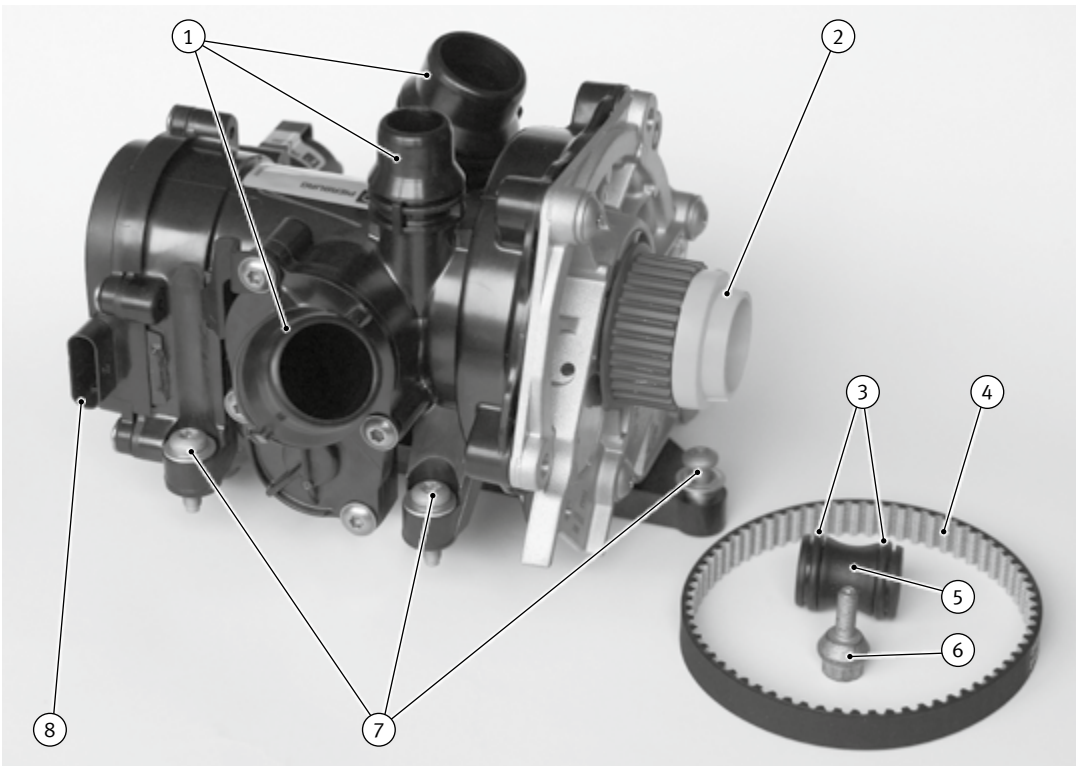
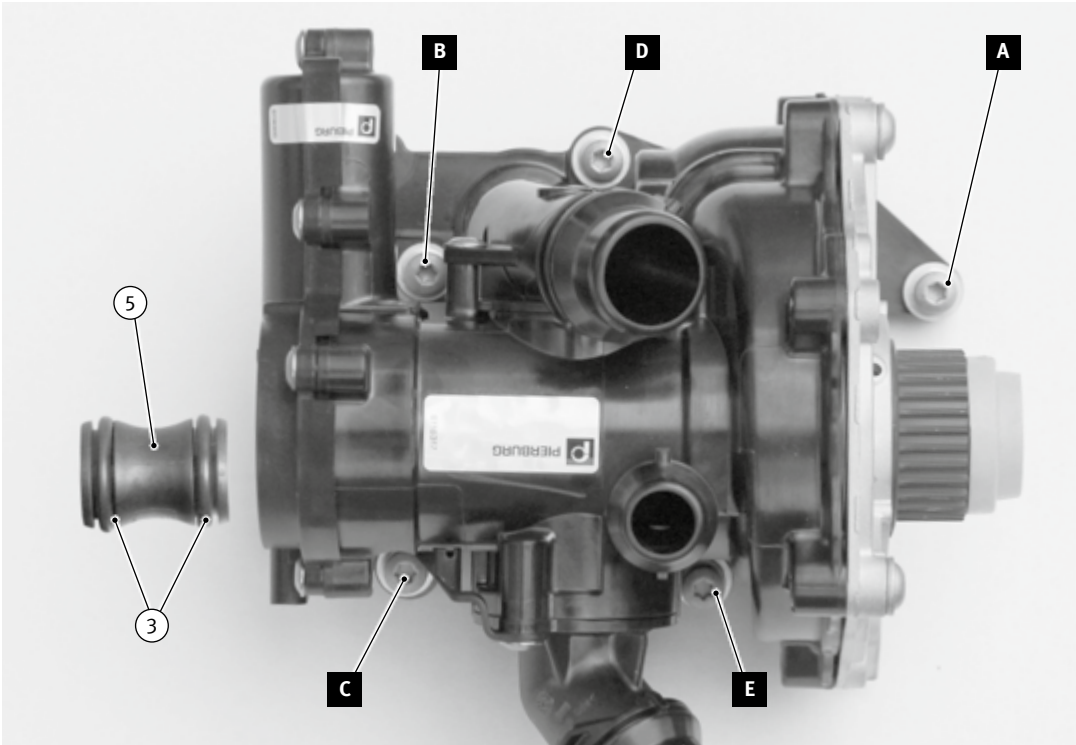

Abb. 1/Fig. 1/Puc. 1/图1
Abb. 2/Fig. 2/Puc. 2/图2
- Si no están premontadas: Fijar la pieza intermedia (5) nueva, provista con los retenes (3) adjuntos, a la bomba de agua.
- A continuación, colocar de nuevo la bomba de agua en el compartimiento del motor con cuidado y al hacerlo, empujar el lado opuesto de la pieza intermedia (5) en la conexión del enfriador de aceite (10).
- Permitir que la bomba de agua se encastre en el pasador de centrado (9) del bloque motor. Utilizar un espejo como medio auxiliar si fuera necesario.
- Apretar en cruz los tornillos premontados (7) nuevos de la bomba de agua.
- Atención:** Es obligatorio respetar el orden de apriete de los tornillos (Fig. 2): [A] – [B] – [C] – [D] – [E] Par de apriete: 9 Nm
- Colocar las correas de distribución (4) nuevas en la bomba de agua y en el árbol compensador.
- Fijar el piñón de ataque al árbol compensador con el nuevo tornillo cónico (6) adjunto. Par de apriete: 10 Nm + ¼ de vuelta
- ¡Ahora es cuando puede retirarse el capuchón protector amarillo (2)!
- 供货范围: 见图 1。
- 如未预装: 为新的中间件 (5) 配备随附的密封环 (3) 并固定在水泵上。
- 接下来将水泵小心地重新放置于发动机舱中, 同时将中间件 (5) 的对侧推入油冷器 (10) 上的接口。
- 使水泵在发动机缸体上的定心销 (9) 内卡止。
- 使用预装的新螺栓 (7) 交叉拧紧水泵。
- 注意:** 拧紧螺栓时务必遵守以下顺序 (图 2): [A] – [B] – [C] – [D] – [E] 拧紧扭矩: 9 Nm
- 将新的齿形皮带 (4) 铺到水泵和平衡轴上。
- 用随附的新锥形螺栓 (6) 将传动小齿轮固定在平衡轴上。
- 现在再移除黄色保护盖 (2)!